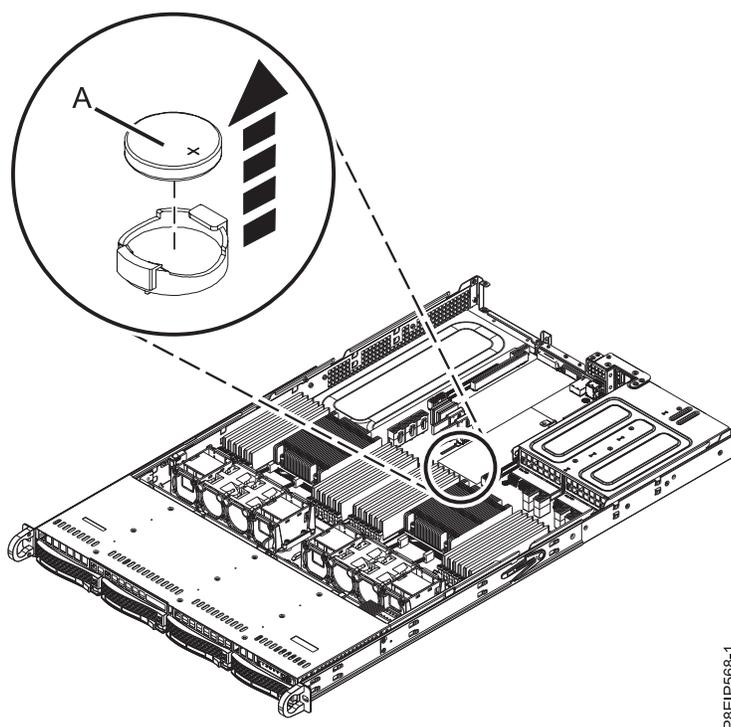

Abbildung 75. Position der Uhrzeitbatterie
3. Entnehmen Sie die Uhrzeitbatterie (A) (siehe Abb. 75). Verwenden Sie beim Entnehmen der Batterie keinen metallischen Gegenstand, um sie aus ihrem Steckplatz zu lösen.